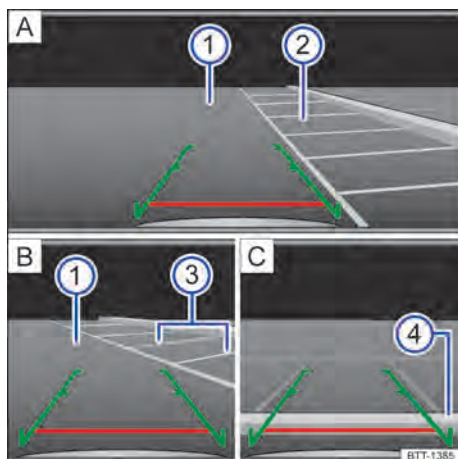

Fig. 92 Exibição do display do rádio ou do sistema de navegação: entrar na vaga de estacionamento com a câmera de marcha a ré (representação esquemática).
Legenda para → Fig. 92:
- Posicionar o veículo na frente da vaga de estacionamento → Fig. 92 ❷ **A**.
- Conduzir para trás lentamente e manobrar de modo que as guias verdes laterais conduzam entre as linhas de delimitação da vaga de estacionamento delimitada ❷ **A**.
- Alinhar o veículo na vaga de estacionamento selecionada de modo que as guias verdes laterais fiquem em cima das linhas de limitação lateral ❸ **B**.
- Parar o veículo, quando a linha vermelha atingir a limitação traseira ❹ **C**.